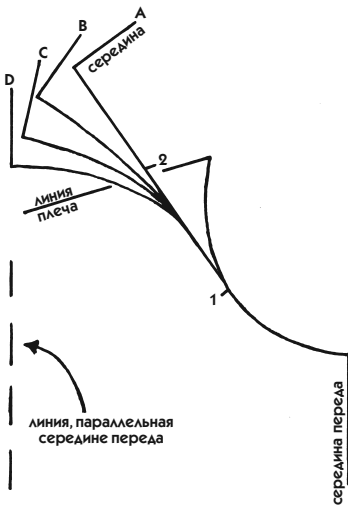

Рис. 455
Как и для воротников сорочечного типа, мы представляем рис. 455 с четырьмя видами стоек воротников с подбортом:
Рассмотрите рис. 455 и представьте, что вы продолжаете книзу линию воротника (для лучшего понимания
1. Выполните чертеж цельнокроеного воротника с подбортом и слегка расширьте его по модели В (рис. 455).
5. **Замечание для платья.** Модель В была выбрана в связи с необходимостью сделать пуговицы до самого подбородка. Очевидно, что, если такой необходимости нет, можно использовать классический воротник (модель А, рис. 455).
6. **Замечание для пальто.** То, что было изложено для платья, применимо в равной степени и для пальто. Воротник отложной сорочечного типа (рис. 417) не приспособлен к тому, чтобы носить его с лацканами. Если вы хотите иметь воротник двойного назначения (носить открытым и закрытым), используйте модель В для воротника средней высоты. Но если высота воротника превышает 12 см по линии середины, лучше выбрать модель С (рис. 455).